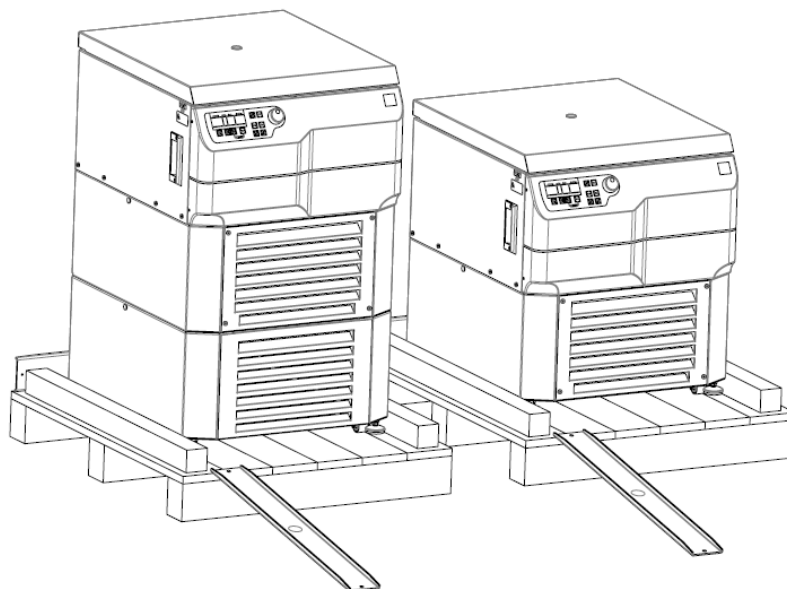

Abbildung.9
- Entfernen Sie die Metallstäbe und befestigen Sie sie an der Vorderkante der Palette, damit sie als Rampe verwendet werden können (siehe Abbildung 9). Verwenden Sie dieselben Schrauben und achten Sie auf eine sichere Schraubenverbindung.
- Nehmen Sie den mitgelieferten Mausschlüssel und heben Sie die Zentrifugenfüße an, bis sie auf den Rollen stehen (siehe auch Abbildung 9).